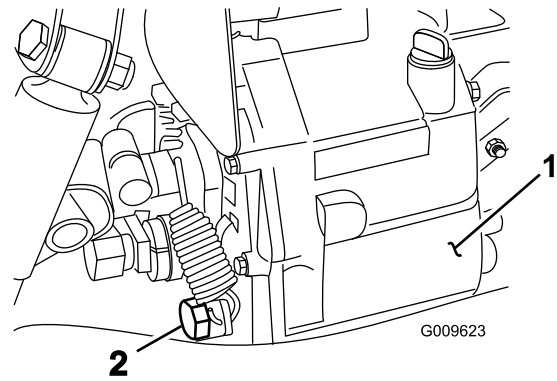

Figura 70
4. Retire o tampão de escoamento da parte lateral do reservatório e deixe o fluido hidráulico escorrer para o recipiente (Figura 70).